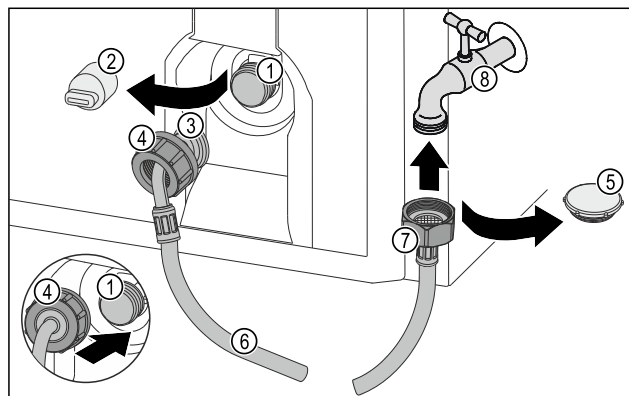

Fig. 10
- Távolítsa el a zárósapkát Fig. 10 (5).
- Csavarozza az anyával rendelkező egyenes tömlővéget (7) a vízcsapra (8).